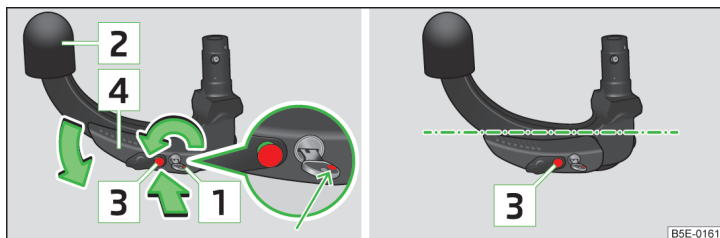

Fig. 119 Reglarea poziției de disponibilitate / poziția de disponibilitate
- Rotiți cheia, în așa fel încât să fie vizibil marcajul **1** » fig. 119.